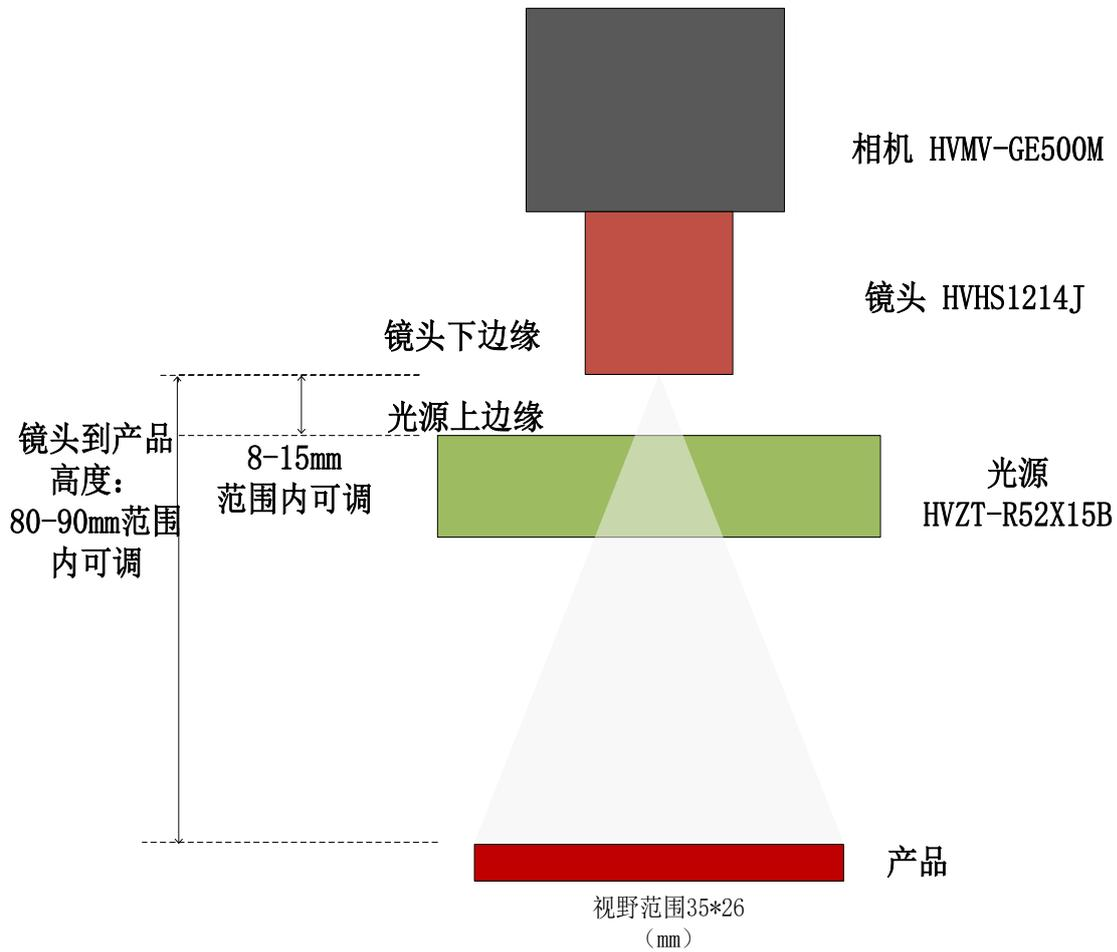

图3 安装高度示意图
(2) 获得滚珠孔的中心点坐标, 计算滚珠孔的相对角度位置关系, 通过串口或网口将角度偏移值发送给 PLC, 从而完成定位。
(3) 根据滚珠孔及其边缘的灰度值特征和形态学特征综合判断: 滚珠孔是否已放置滚珠; 滚珠的放置位置是否准确, 如图 3。